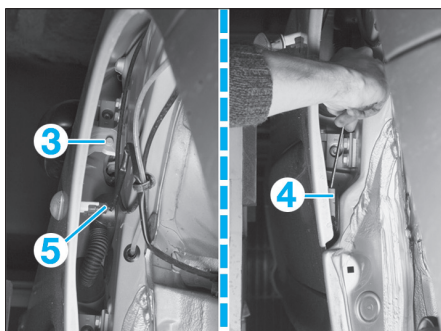

Fig. 45
- les vis (3) et (4) (Fig.45),
- Débrancher le connecteur (5).